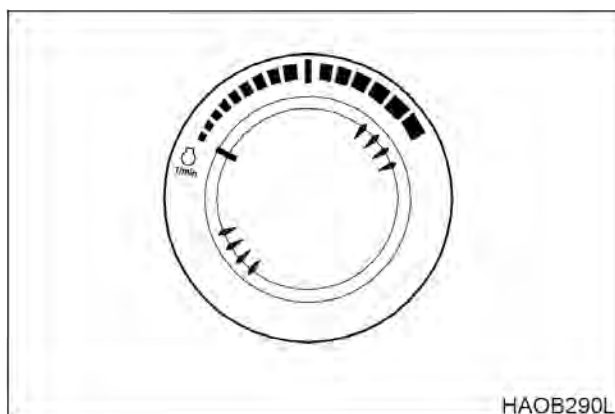

Рис. 25
- Установить диск скорости двигателя на низкие обороты холостого хода (**LOW IDLE**), рис. 25. Дать двигателю поработать на холостом ходу 3-5 минут.